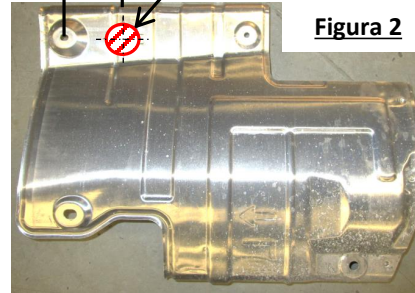

Figura 2
- Bajar el silenciador:** Con una herramienta para extraer el colgante del escape, bajar el silenciador quitando (2) colgantes de goma del silenciador y (1) colgante de goma cerca del diferencial posterior. **NOTA:** Usar un lubricante en aerosol para facilitar la remoción. Igual en ambos lados para modelos con sistema de escape doble. **NOTA:** Usar una correa de trinquete o cuerda elástica para apoyar el sistema de escape antes de retirar los colgantes de goma.
- Quitar el protector de calor:** Con un cubo de 10 mm, retirar (4) pernos que sujetan el protector de calor al vehículo. Guardar los pernos para volver a instalar el protector de calor. Igual en ambos lados para modelos con sistema de escape doble.
- Retirar los tapones de goma:** Con un destornillador plano, retirar (3) tapones de goma de los (3) orificios delanteros en la parte inferior del bastidor. No quitar el tapón de goma más posterior.
- Recortar el protector de calor:** Con unas tijeras de metal o una sierra de copa, recortar el protector de calor para despejar el perno de carruaje posterior y la unión de la arandela, como se muestra. **Ver la Figura 2.**
3. **Retirar los tapones de goma:** Con un destornillador plano, retirar (3) tapones de goma de los (3) orificios delanteros en la parte inferior del bastidor. No quitar el tapón de goma más posterior.
**4. Recortar el protector de calor:** Con unas tijeras de metal o una sierra de copa, recortar el protector de calor para despejar el perno de carruaje posterior y la unión de la arandela, como se muestra. Ver la Figura 2.